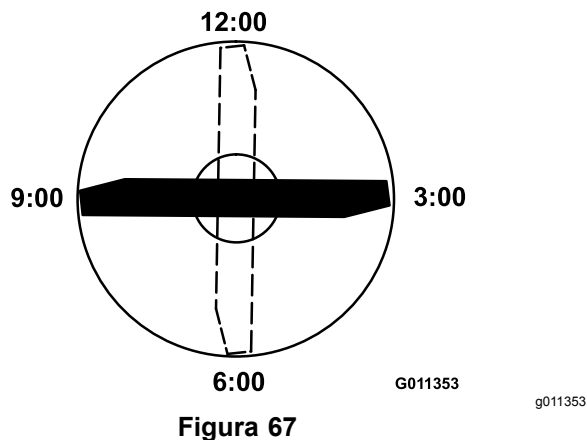

Figura 67
3. Orientate il tagliante dell'estremità marcata della lama sulla posizione a ore 12 (esattamente in avanti, nel senso di falciatura) e misurate l'altezza tra il banco e il tagliante della lama (Figura 67).
4. Ruotate l'estremità marcata della lama sulle ore 3 e sulle ore 9 e misurate le rispettive altezze (Figura 67).